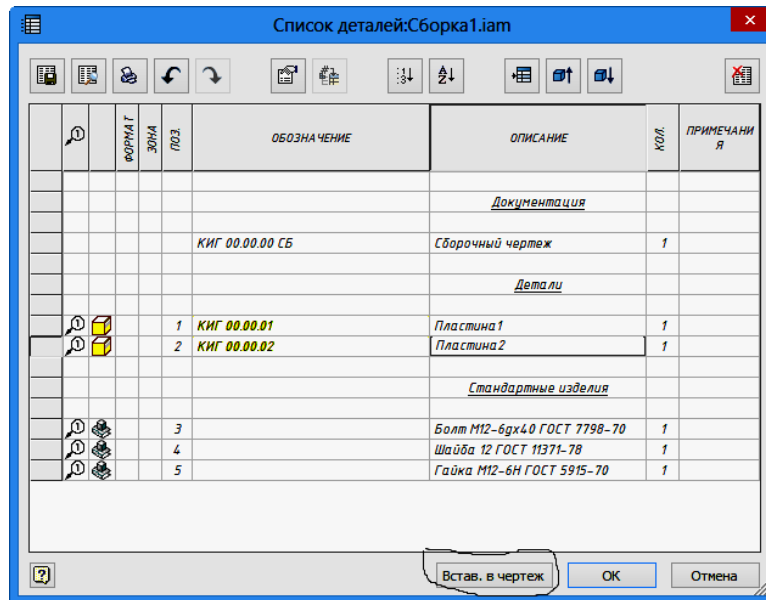

Рис. 3.112. Таблица спецификации
24. Для вставки спецификации сборки выберите на ленте вкладку «Пояснение (ESKD)» ► панель «Таблица» и щелкните в раскрывающемся меню на кнопке «Спецификация» . В появившемся окне заполняем необходимые строки и нажимаем кнопку «Вств. в чертеж» (рис. 3.112).